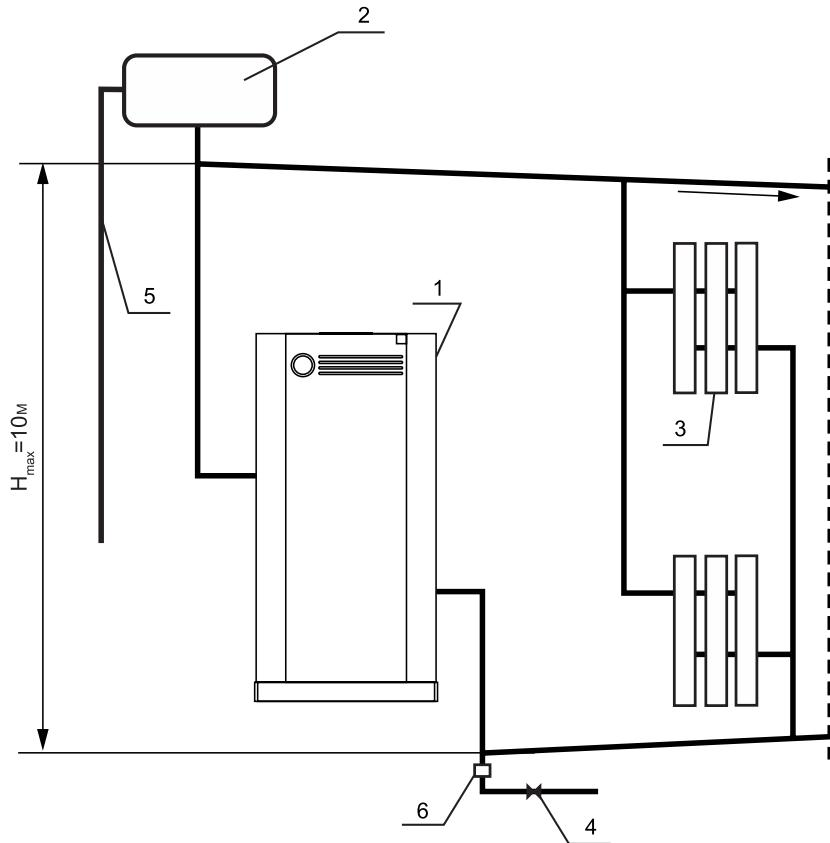

Рис. 2.
- 6.7. Решетчатый бачок устанавливается в верхней точке каждого стояка, желательно в отдельном помещении. Запрещается устанавливать вентиль на сигнальной трубе (см. рис. 2, 3).